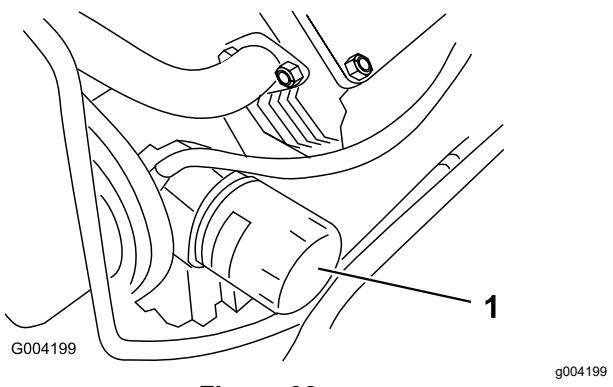

Figura 38
- Togliere il filtro usato (Figura 38) e pulire la superficie della guarnizione dell'adattatore del filtro.